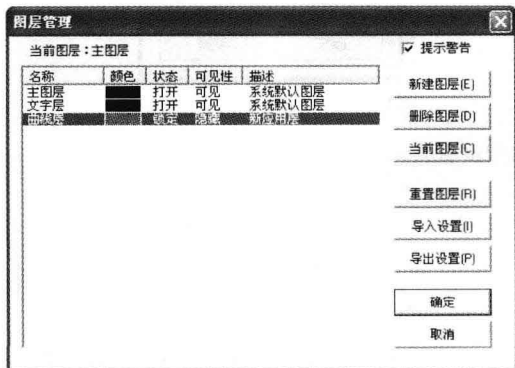

图1-14 修改图层可见性
⑥ 双击“曲线层”的可见性栏“可见”，则将该层的可见性设置为“隐藏”，结果如图1-14所示。再次双击则显示为“可见”。本功能同上，为开关按钮。